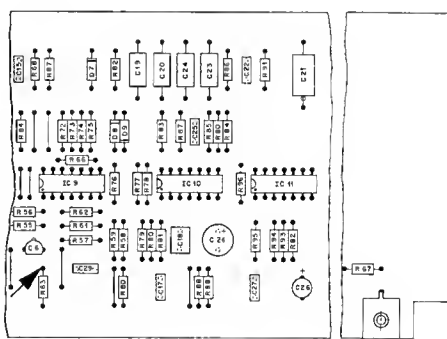

Fig. 4.15
- DC-Voltmeter (Bereich 1,5V DC) an R63 auf Servo-2 PCB anschliessen (siehe Fig.4.15, Pfeil).